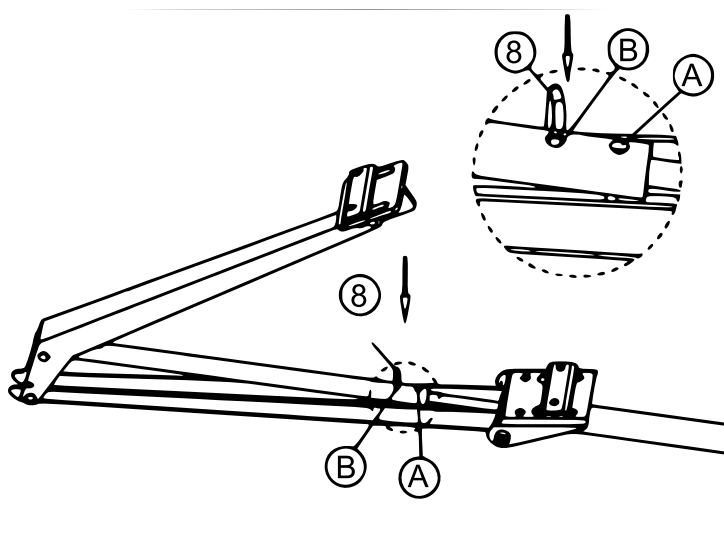

Abbildung 5
- **Wenn sich Ihr Fenster min. 40 cm öffnen lässt:** Setzen Sie die Kolbenstange (**3**) in die Schubstange (**6**) ein. Fügen Sie den Splint (**8**) durch 2 Löcher, das Loch der Kolbenstange und das „B“-Loch der Schubstange (siehe Abb. 5).